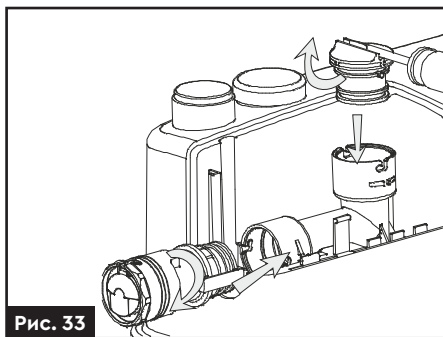

Рис. 33
3. На напірний патрубок встановіть відповідний адаптер (**рис. 33**).
4. Другий кінець адаптеру напірного патрубка необхідно закрити заглушкою (**рис. 33**).